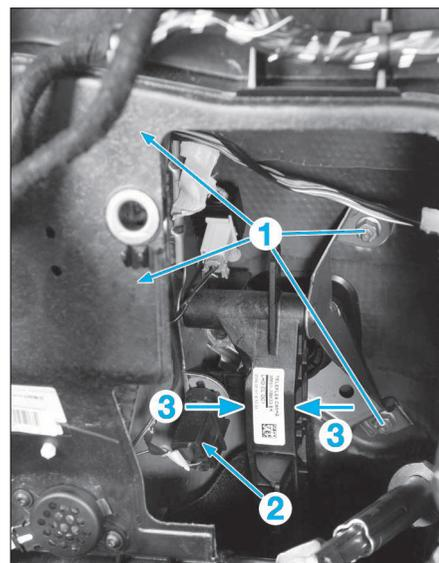

FIG. 4
- Déposer les 4 écrous (1) du support de pédale d'embrayage (Fig.4).
- Détacher le contacteur de position de pédale d'embrayage (2) du support de pédale d'embrayage.